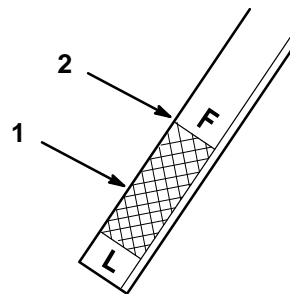

Figure 44
5. Insérer la jauge à fond dans le goulot de remplissage (Fig. 5). Retirer la jauge et lire le niveau d'huile sur l'extrémité métallique. Quand la transmission est froide, le niveau doit arriver dans la plage spécifiée sous le repère du plein, "F" (Fig. 44).
6. Si le niveau d'huile est bas, rajouter lentement juste assez d'huile détergente SAE 10W-30 dans le goulot de remplissage pour amener le niveau au repère du plein (F).